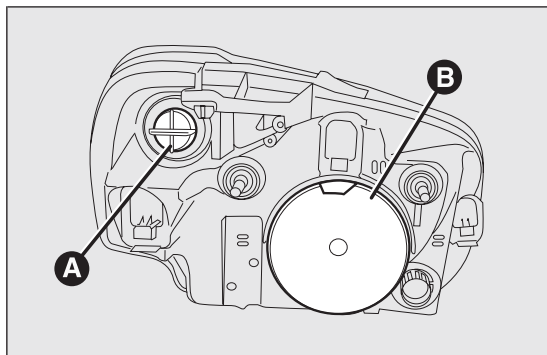
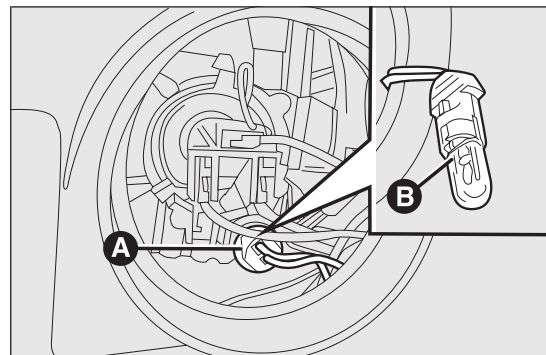

fig. 143
fig. 144
I gruppi ottici anteriori fig. 143 contengono le lampade delle luci di posizione, anabbaglianti, abbaglianti e direzione.
- ☐ rimuovere il coperchio di protezione A fig. 143;
- ☐ rimontare la nuova lampada, inserire nuovamente il portalampada A fig. 144 quindi rimontare correttamente il coperchio di protezione A fig. 143.
- ☐ riagganciare la molletta fermalampada e rimontare correttamente il coperchio di protezione A fig. 143.
- ☐ ruotare in senso antiorario il coperchio di protezione B fig. 143;